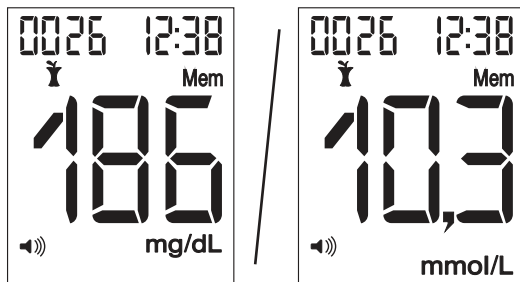
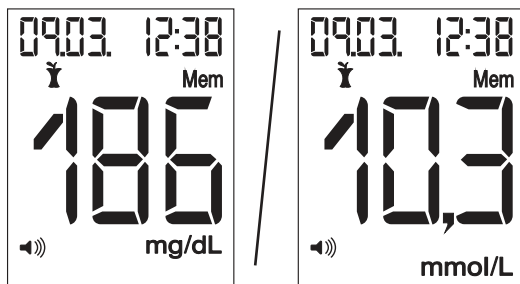

Figura 1
Figura 2
- 2 El valor consignado con unidad de medida, hora, “Mem” y una posible marca del valor se visualiza brevemente junto con el número de posición de memoria (figura 1). Después, la indicación del número de posición de memoria se sustituye por la fecha (figura 2).